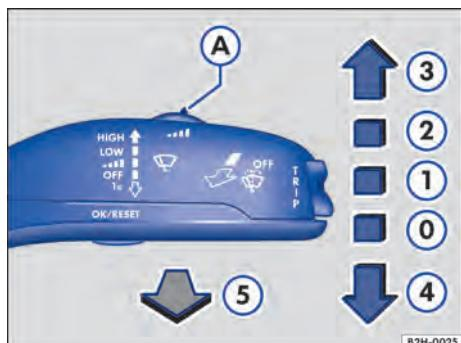

Fig. 83 Comandar os limpadores do para-brisa.
- Pressionar a alavanca dos limpadores do para-brisa brevemente para baixo dentro de dez segundos após desligar a ignição → Fig. 83 ④.